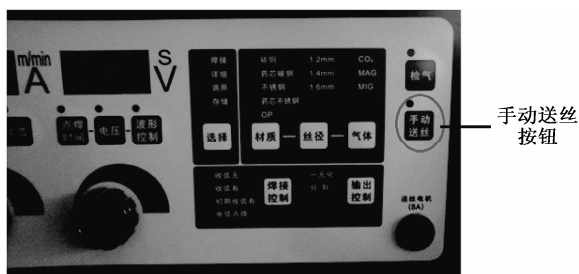

图 1-15 焊接电源面板及手动送丝按钮位置
3. 用手合上两个压臂轮手柄，转动手柄至刻度 1.2mm 标记处，然后，一人按动焊接电源面板上的“手动送丝”按钮，另一人观察送丝轮是否转动和送丝，直至将焊丝送出导电嘴外 10mm 左右的长度后停止送丝。焊接电源面板及手动送丝按钮位置如图 1-15 所示。